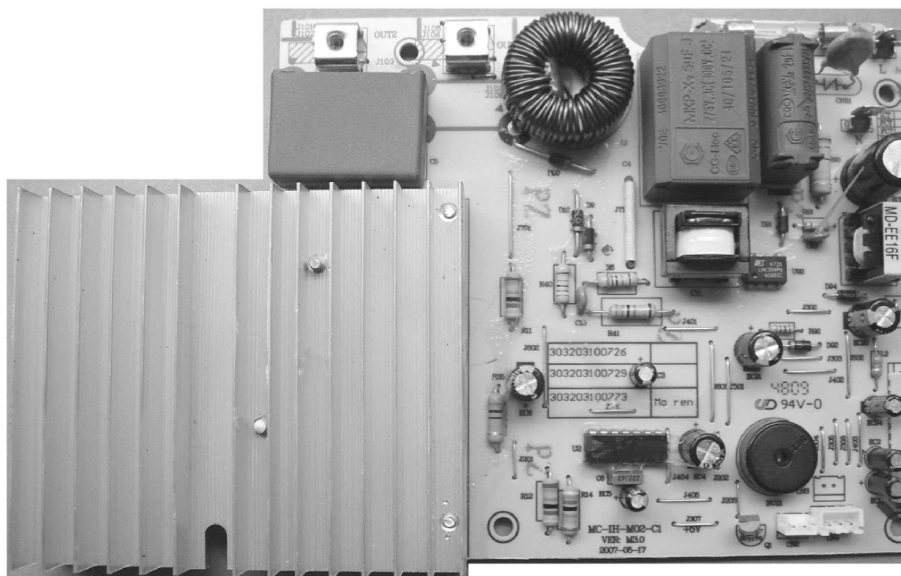

图 4-91 美的品牌 MC-SH2115 型电磁炉主板实物
**维修笔记** 滤波电容 C4 跨接线 J1 发黑脱焊甚至还会造成爆烧 IGBT 的故障。该机主电路是 MC-IHM02-C 板，控制板是新型设计，当放上锅具时，排风电扇自动转动；当拿下锅具时，排风电扇自动关闭。主板实物如图 4-91 所示。